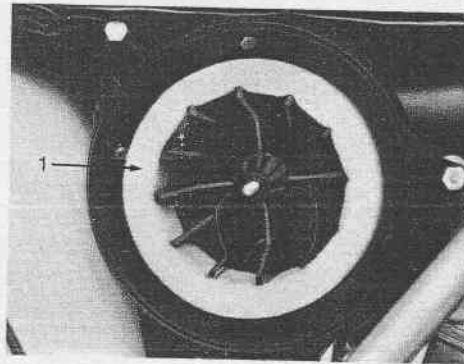

Fig. 30 - Filtro
- Rimuovere il filtro (Fig. 30) immergerlo in benzina e soffiare con aria compressa.
Per l'operazione staccare le due molle (Fig. 30) attacco cilindro e svitare le due viti di fissaggio, una sotto il serbatoio, l'altra sotto il coperchio sinistro aspirazione. Estrarre la camera espansione e procedere alla disincrostazione.